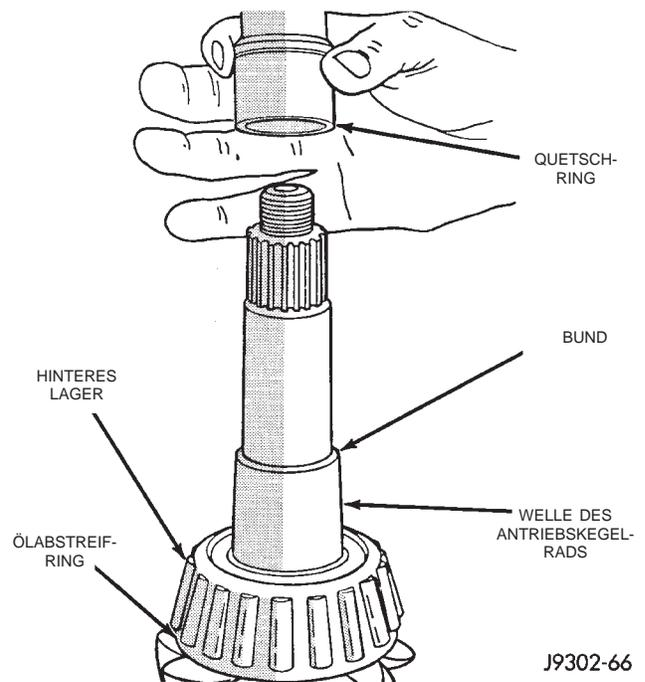
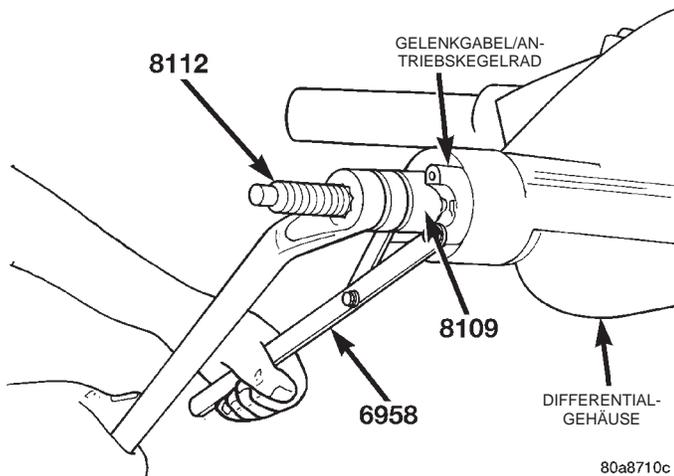

Abb. 44 Quetschring einbauen
Abb. 45 Gelenkgabel montieren
(9) Einen neuen Quetschring auf die Welle schieben. Das Antriebskegelrad im Differentialgehäuse einbauen (Abb. 44).
(10) Antriebskegelrad in Differentialgehäuse einbauen.
(11) Paßmarkierungen ausrichten und die Gelenkgabel mit Spezialwerkzeug 8112, Treiber 8109 und Haltegriff 6958 auf der Welle des Antriebskegelrads montieren (Abb. 45).
(12) Unterlegscheibe und eine neue Mutter auf der Welle des Antriebskegelrads montieren.
(13) Die Mutter mit einem Anzugsmoment von 271 N·m (200 ft. lbs.) festziehen.